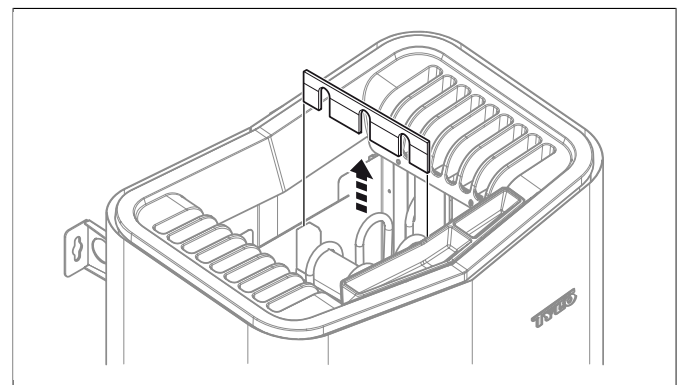

Abb. 6: Abheben der Platte des Rohrelements
1. Entfernen Sie die Platte, die das Rohrelement hält, siehe **Abb. 6**, Seite 4.